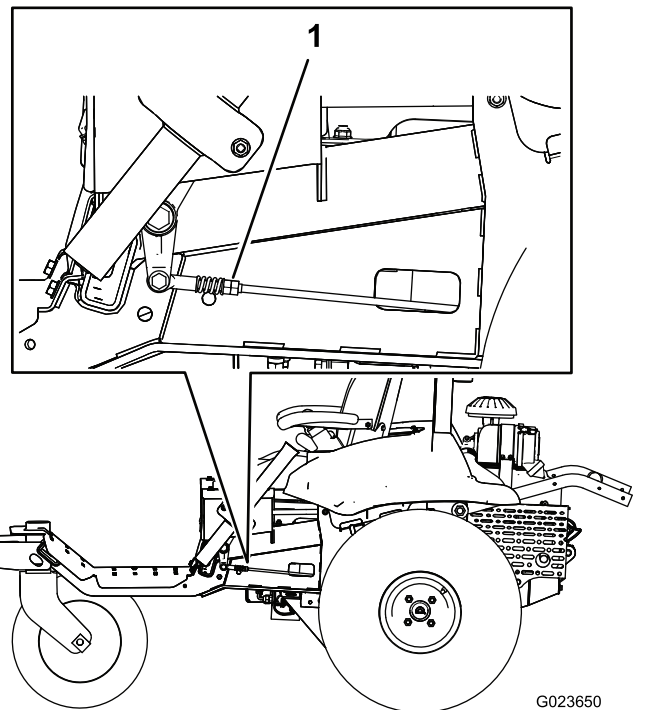

図 61
- 機体の左右どちらかの側の、リンクについているダブルナットをゆっくりと回転させる **図 61**。その側の車輪が回転を始めたら、こんどは車輪が逆方向に回転を始めるまでダブルナットを反対方向にゆっくりと回す。